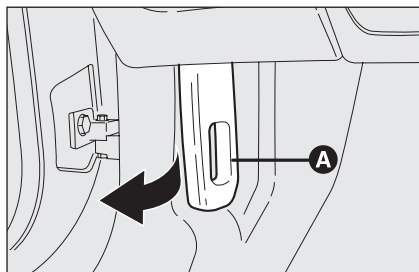

fig. 116
- ☐ tire la palanca **A-fig. 116** en el sentido indicado por la flecha para desenganchar la cerradura del capó del motor.